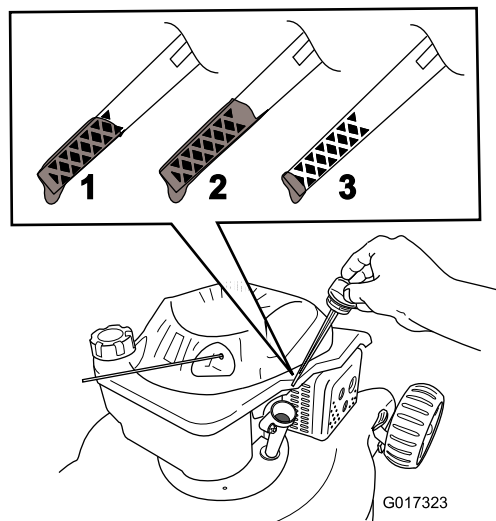

**Figura 21**
- Coloque la máquina de lado con la varilla de aceite hacia abajo para drenar el aceite usado a través del tubo de llenado de aceite (Figura 21).